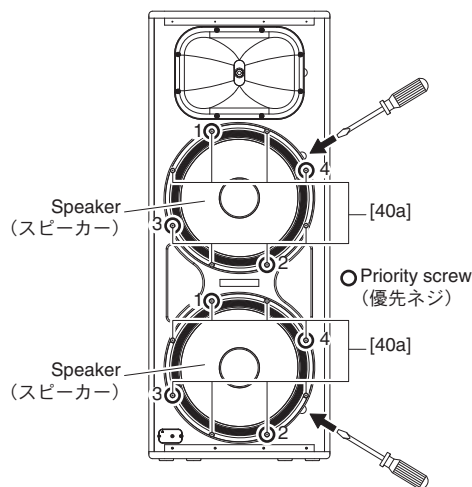

Fig. 2 (図 2)
2-2. Remove the eight (8) screws marked [40a]. (Fig. 2, 3)
2-3. Insert the flat blade screwdriver or the like into the cavity of the cabinet, and push the upper speaker up to remove it. (Fig. 2, 3)
- * When installing the speaker, first tighten the four (4) priority screws in order as shown in Fig. 2.
2-2. [40a] のネジ 8 本を外します。(図 2, 3)
2-3. キャビネットの切り欠きにマイナスインドライバーなどを差し込んで、上側のスピーカーを浮かせて外します。(図 2, 3)
- ※ スピーカーを取り付けるときは、優先ネジ 4 本を図に示す順番で先に締めてください。(図 2)